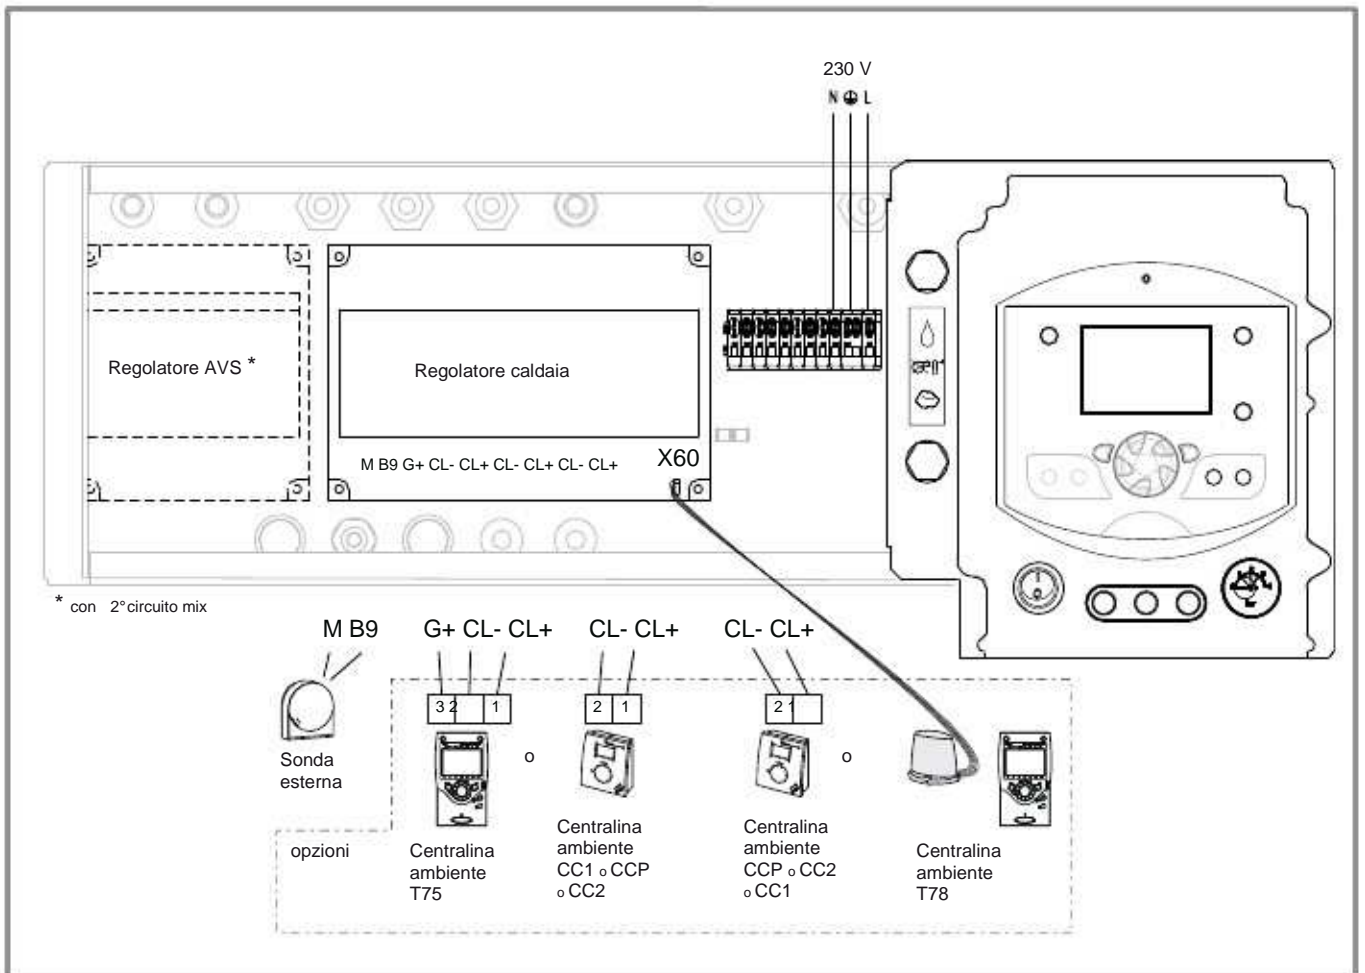

figura 26 - Collegamenti sul regolatore caldaia
- Collegare ogni sonda su uno dei morsetti CL+ et CL- della scheda di regolazione della caldaia (figura 26) con l'aiuto del connettore fornito.
- Effettuare i collegamenti (figura 26)